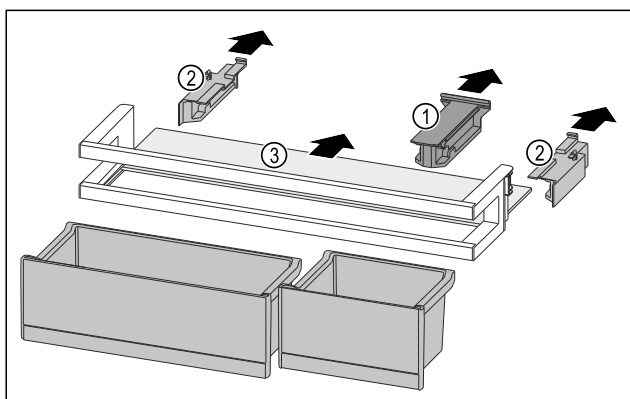

Fig. 85
- Halteteil Fig. 85 (1) abziehen.
- Seitenteile Fig. 85 (2) abziehen.
- Abstellfläche Fig. 85 (3) entnehmen.